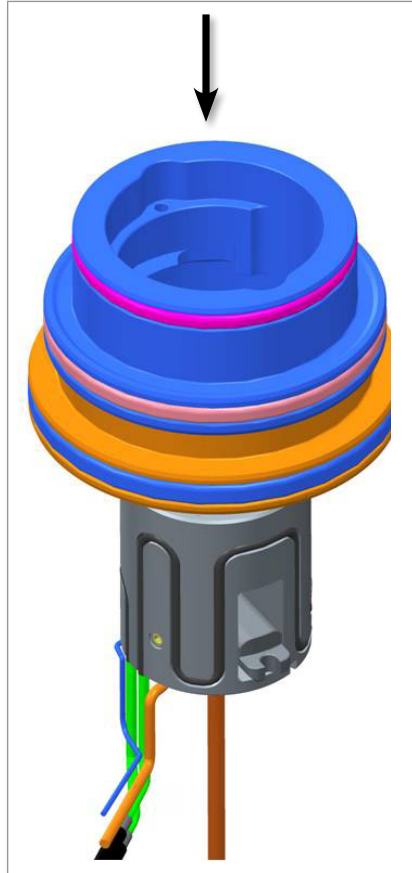
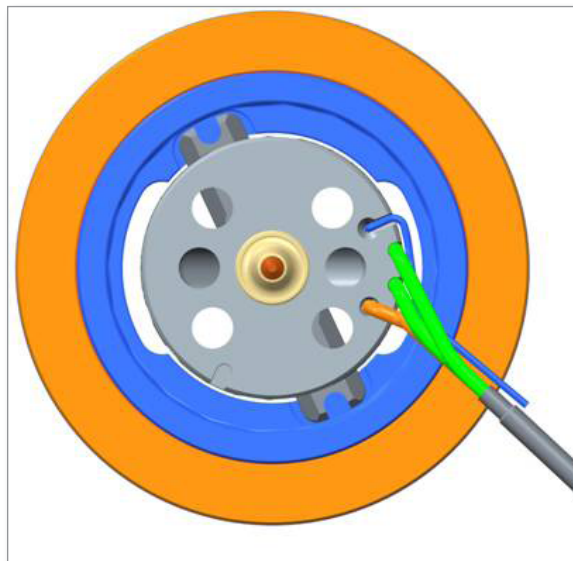

Figura 11-12 Instalación de el conjunto del pistón en el cuerpo térmico
Figura 11-13 Vista superior del conjunto del pistón asentado
10. Sostenga el cuerpo térmico con la clavija de la válvula hacia abajo, hacia la boquilla. Coloque el conjunto del pistón de modo que la ranura del soporte de la clavija de la válvula también mire hacia abajo, hacia la boquilla. Introduzca en la ranura superior del pistón el conjunto del pistón sobre el cuerpo térmico deslizándolo y asiente el soporte de la clavija de la válvula. Consulte la Figura 11-12 y la Figura 11-13.